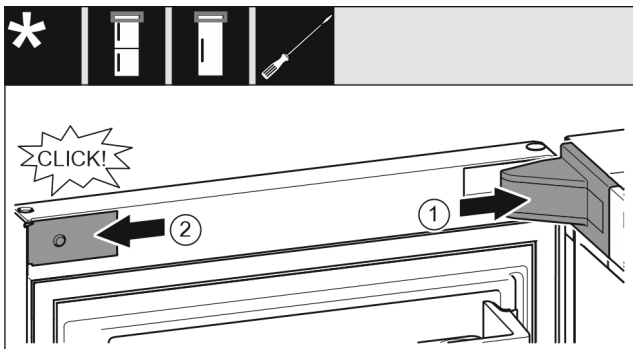

Fig. 23
- Applicare la copertura del blocco di supporto e innestarla, se necessario premere con cautela. Fig. 23 (1)
- Applicare il pannello lateralmente e innestarlo. Fig. 23 (2)